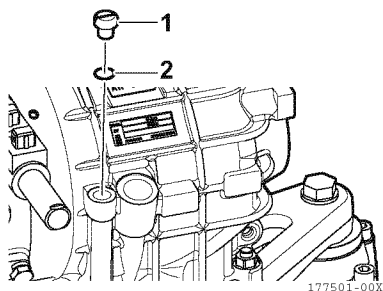

Figura 25
16. Instale el tapón (1, **Figura 25**) con la junta tórica nueva (2, **Figura 25**). Apriete el tapón (1, **Figura 25**) con un par de 10 Nm utilizando la llave dinamométrica adecuada.